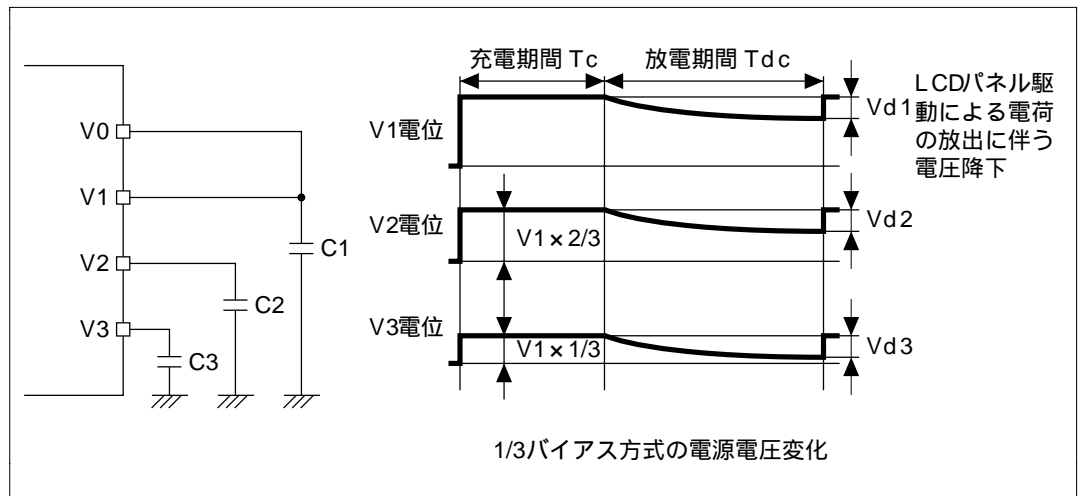

図 13.14 低消費電力LCD駆動方式動作例
1. 図 13.14 に示すように、LCD 電源端子の  $V_1$ 、 $V_2$ 、 $V_3$  にコンデンサを外付回路として接続します。
2.  $V_1$ 、 $V_2$ 、 $V_3$  に接続されたコンデンサは図 13.14 に示すような周期で充電と放電を繰り返し、電位を保持します。
1. 図中の充電期間  $T_c$  の間、 $V_1$ 、 $V_2$ 、 $V_3$  端子には図 13.14 に示すような電位 ( $V_2$  は  $V_1$  の 3 分の 2、 $V_3$  は  $V_1$  の 3 分の 1 の電位) が内蔵分割抵抗により分圧され、外付コンデンサの  $C_1$ 、 $C_2$ 、 $C_3$  を充電します。この期間も LCD パネルは駆動されています。
4. このようにして  $V_1$ 、 $V_2$ 、 $V_3$  に接続されたコンデンサは図 13.14 に示すような周期で充電と放電を繰り返し、電位を保持しながら LCD パネルを駆動続けます。